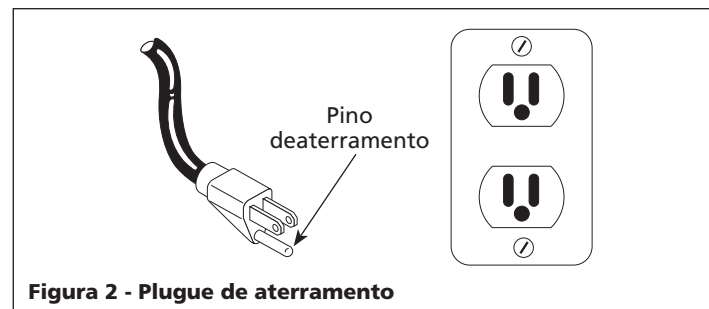

Figura 2 - Plugue de aterramento
3. Esse equipamento é para ser usado em um circuito nominal de 120 volts e ter um plugue de aterramento que parece com o plugue na Figura 2. Certifique-se de que o equipamento esteja conectado a uma tomada tendo a mesma configuração que o plugue. Não se deve usar adaptadores com este produto.